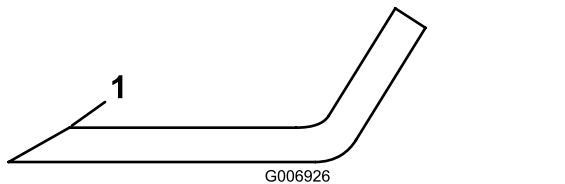

Рисунок 61
3. Осмотрите режущие кромки всех ножей. Заточите режущие кромки, если они затупились или выщерблены. Для обеспечения остроты затачивайте только верхнюю сторону режущей кромки и сохраняйте первоначальный угол заточки (Рисунок 61). Балансировка ножа не нарушается, если с обеих режущих кромок удаляется одинаковое количество материала.